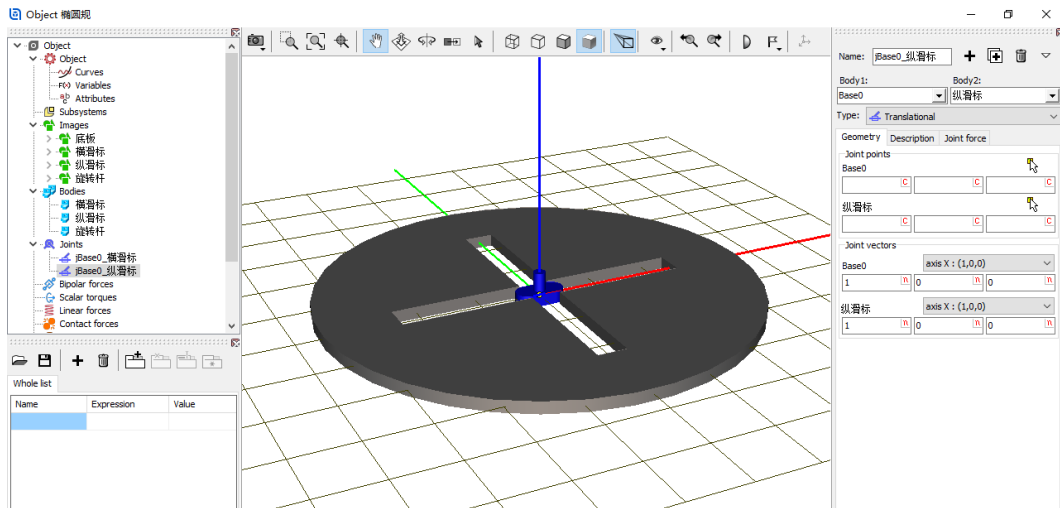

图 2-78
- 10) 点击右侧面板上方的按钮 ，复制生成第二个铰，**Body2** 选择纵滑标，**Joint points** 分别为 $(0, 0, 0)$ 和 $(0, 0, 0)$ ，**Joint vector** 都选择 **X** 轴，如图 2-78。表示将横滑标的原点与总体坐标系的原点重合，纵滑标沿总体坐标系 X 轴可以平动，并且纵滑标的 X 轴与之平行（重合）。